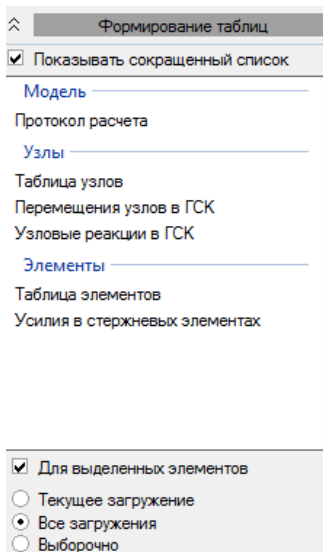

Рис. 42. Формирование таблиц результатов
- В боковой панели **Формирование таблиц** выделите название желаемой таблицы **Перемещения узлов в ГСК** (указав при необходимости для **выделенных элементов** или **загружений**) (рис. 42) и нажмите на кнопку **Сформировать**.